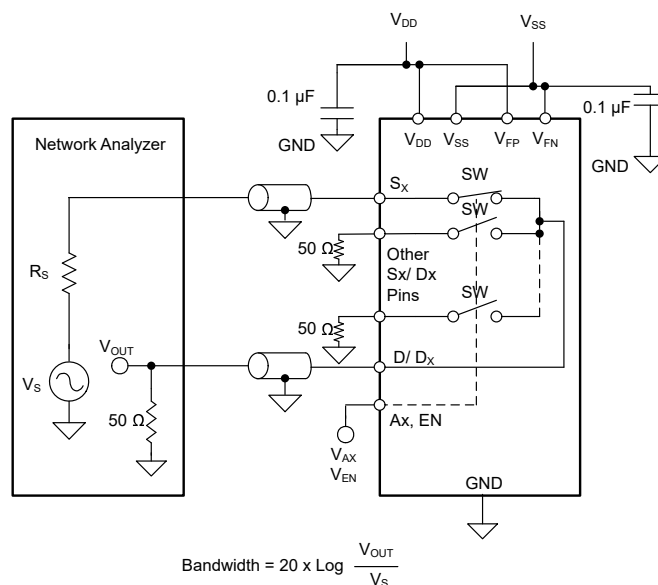

图 8-17. 带宽测量设置
带宽 (BW) 定义为当输入施加到开启通道的源极引脚 (S_x)，并且输出在 TMUX7348F 和 TMUX7349F 的漏极引脚 (D 或 D_x) 处测量时衰减小于 3dB 的频率范围。图 8-17 展示了用于测量开关带宽的设置。